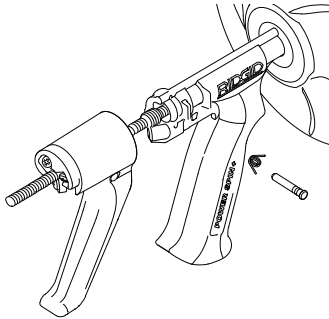

Figura 10 – Conjunto del gatillo
1. Empuje el pasador de pivote para que el extremo delgado atraviese el gatillo y separe el gatillo del mango (Figura 10). No pierda el resorte.
10. Instale el resorte y el gatillo, fijándolos con el pasador de pivote (*Figura 10*).